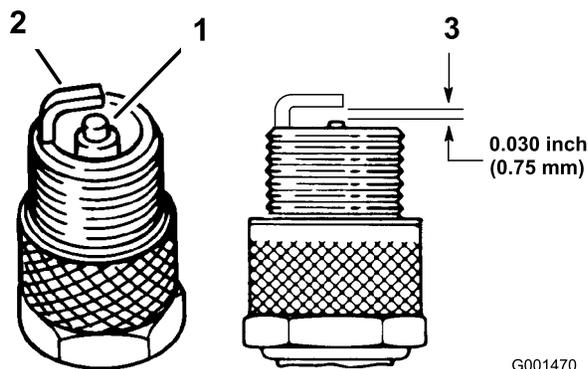

Figure 31
1. Examinez le centre des bougies (Figure 31). Si le bec isolant est recouvert d'un léger dépôt gris ou brun, le moteur fonctionne correctement. S'il est recouvert d'un dépôt noir, cela signifie généralement que le filtre à air est encrassé.
3. Contrôlez l'écartement entre l'électrode centrale et l'électrode latérale (Figure 31). Courbez l'électrode latérale (Figure 31) si l'écartement est incorrect.
3. Branchez les fils aux bougies (Figure 31).